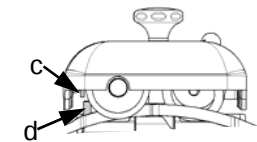

Abb.48
7. gleichzeitig, für 3/4 Sek., die Druckknöpfe 2 und 3 drücken und beide gleichzeitig wieder loslassen (Abb. 48);